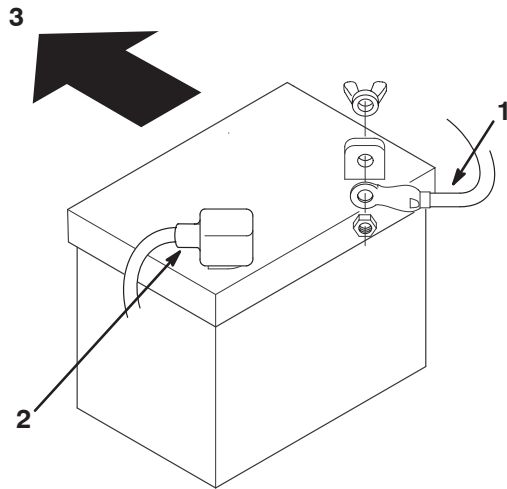

Bild 24
7. Klemmen Sie das Minuskabel (schwarz) vom Batteriepol ab (Bild 24).
1. Setzen Sie die Batterie in den Rahmen ein. Die Pluspole sollten zur Hinterseite des Traktors zeigen (Bild 24).
3. Schließen Sie das Pluskabel (rot) mit der Schraube und Flügelmutter am (+) Pluspol an (Bild 24). Schieben Sie die Gummiabdeckung über den Batteriepol.
4. Schließen Sie das (schwarze) Minuskabel mit der Schraube und Flügelmutter am (-) Minuspol an (Bild 24). Schieben Sie die Gummiabdeckung über den Batteriepol.
9. Klemmen Sie das (rote) Pluskabel vom Batteriepol ab (Bild 24).